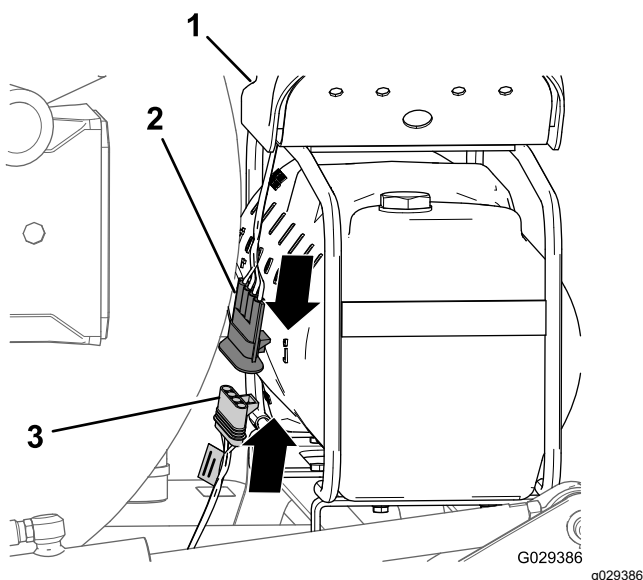

Figura 180
1. Al final de la rama de 236 cm (93") del arnés de cables, alinee el conector hembra de 4 vías del arnés de cables del kit de acabado con el conector de 4 pines del arnés de cables del compresor (Figura 180).
2. Inserte el conector de 4 pines en el conector hembra de 4 vías (Figura 180).